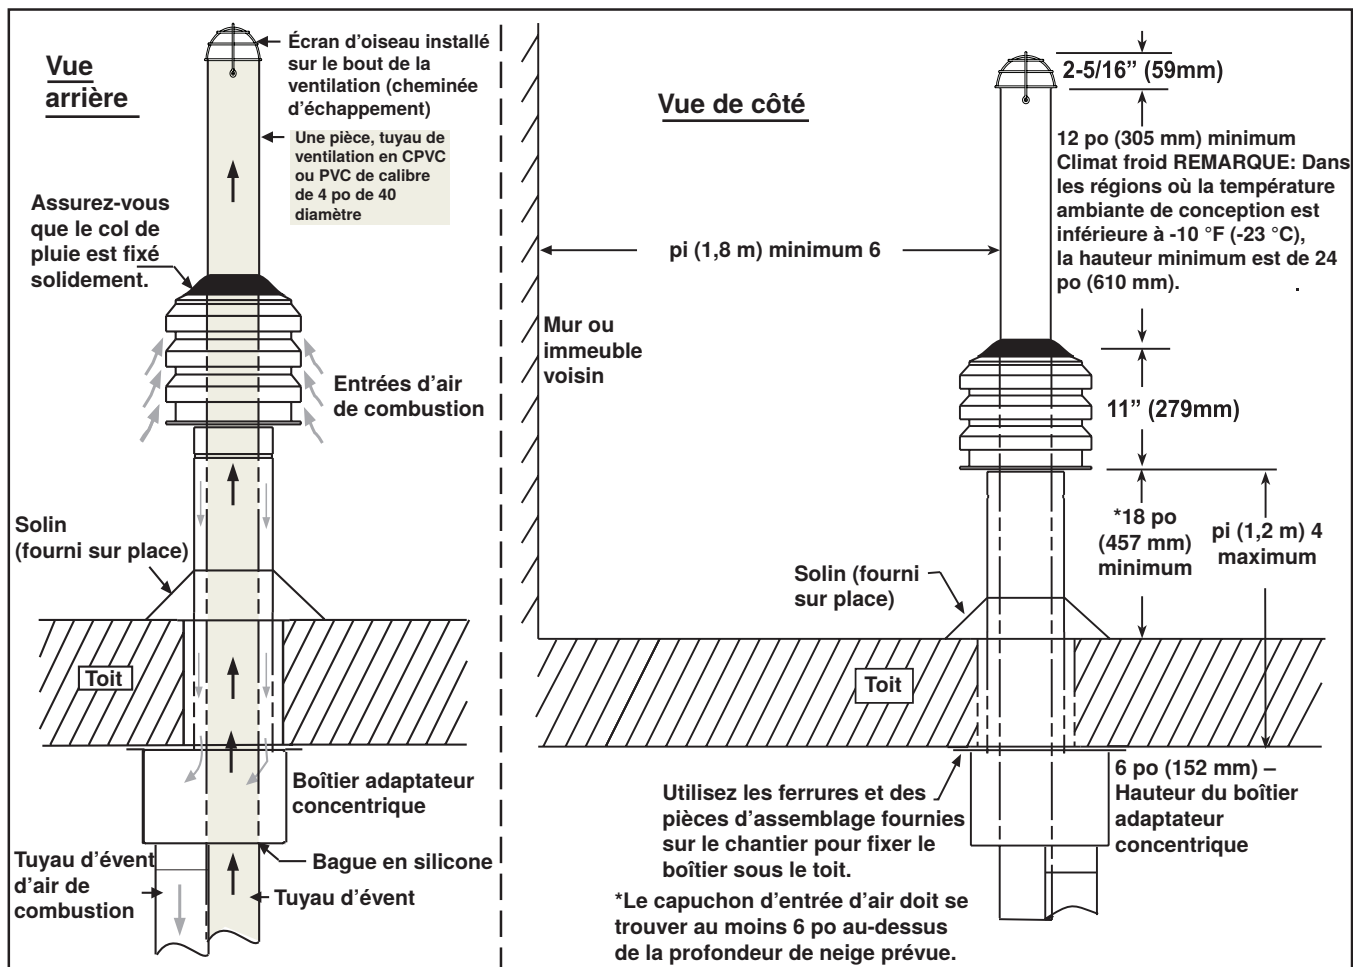

Figure 14. Installation de l'option CC2
- Choisissez un emplacement à l'abri des courants d'air et qui offre assez d'espace pour chaque boîtier adaptateur concentrique. L'emplacement du terminal d'évacuation doit être loin de tout bâtiment adjacent, comme illustré à la Figure 14.
5. Fixer le boîtier adaptateur concentrique sur le dessous du toit (voir Figure 14) :
9. Vérifiez la conformité avec la **Figure 14** et avec toutes les spécifications répertoriées dans la section **EXIGENCES EN AIR DE VENTILATION ET DE COMBUSTION** et **Hydrocarbures halogénés**.